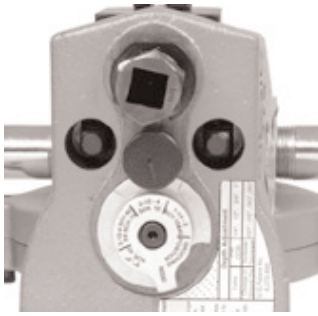

Рисунок 10А – Выбор положения регулятора глубины желобка под головкой регулировочного винта
2. Отрегулируйте положение регулятора глубины желобка таким образом, чтобы требуемая величина находилась под головкой регулировочного винта (Рисунок 10А). Регулятор глубины желобка предназначен для использования с обычными трубами. При работе с медными трубами см. раздел “Установка диаметра желобка для медных труб”.
3. Поворачивайте регулировочный болт по часовой стрелке до тех пор, пока его головка не будет указывать на требуемое значение глубины желобка. Переведите регулятор глубины желобка в положение прокатки (Рисунок 10В). Если регулятор не будет установлен в положение прокатки, обработка трубы выполняться не будет и регулятор может быть поврежден.